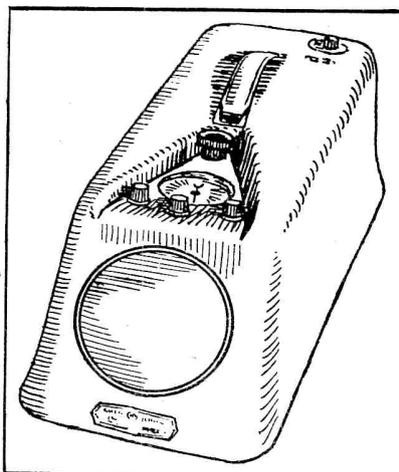
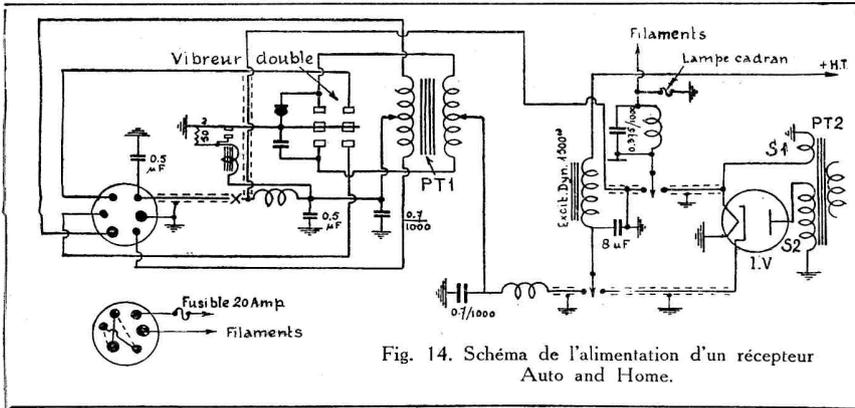

Fig. 13. — Aspect extérieur d'un poste Auto and Home (courant alternatif)
Fig. 14. Schéma de l'alimentation d'un récepteur Auto and Home.
b) **Éliminateur B à 2 vibreurs.** — Au lieu d'une valve pour le redressement, on peut employer des éliminateurs B dans lesquels le courant HT est redressé par un deuxième vibreur (voir plus loin, fig. 14).
Ce que nous venons de dire, quant à l'installation, ne peut permettre à l'usager d'utiliser son récepteur-auto chez lui sur courant lumière. En Amérique, la grande firme General Electric vient de lancer un appareil « Auto and Home » qui peut indifféremment fonctionner sur une voiture automobile ou sur un secteur à courant alternatif. Cet appareil est représenté figure 13; il a l'aspect d'une mallette. Son alimentation est schématisée sur la figure 14.